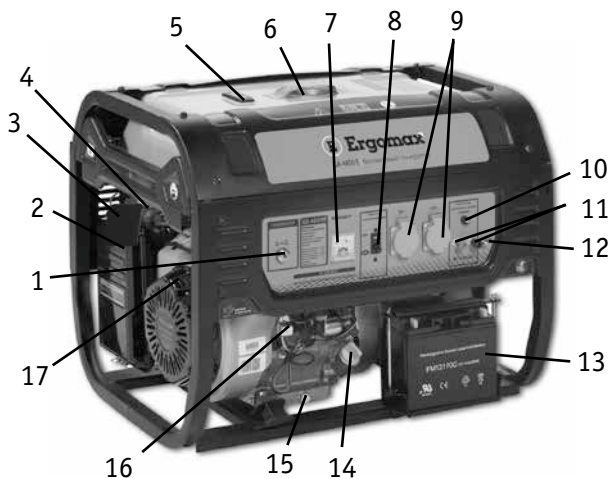

Рис. 1.1
Внешний вид генераторов и расположение элементов управления представлено на **рис. 1.1** и **1.2**.
1. Открутите крышку маслозаправочной горловины (14) (**рис. 1.1**) и вытрите щуп крышки чистой тряпкой (**рис. 2.1**).
Проверьте уровень топлива по шкале уровня топлива (5) (**рис. 1.1**), если уровень топлива низкий, то:
1. Открутите крышку топливного бака (6) (**рис. 1.1**).
**ВНИМАНИЕ!** Перед пуском двигателя убедитесь, что ни один электроприбор не подключен к генератору, а выключатель выходного напряжения (8) находится в положении «ВЫКЛ» (**рис. 1.1**).
4. Потяните на себя рукоятку стартера (17) (рис. 1.1), пока не почувствуете натяжение шнура стартера, затем резко дерните рукоятку на себя. Аккуратно верните на прежнюю позицию рукоятку стартера. Повторите несколько раз, пока двигатель не заведется.